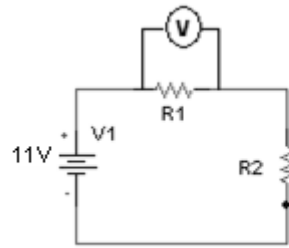
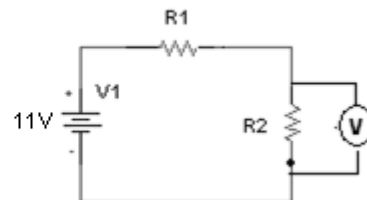

FIGURA 8a
FIGURA 8b
4. Mida la diferencia de potencial entre los terminales de cada resistencia colocando el voltímetro en paralelo primero con la resistencia R_1 (figura 8a) y luego con R_2 (figura 8b). Anotar los datos en tabla No. 2.